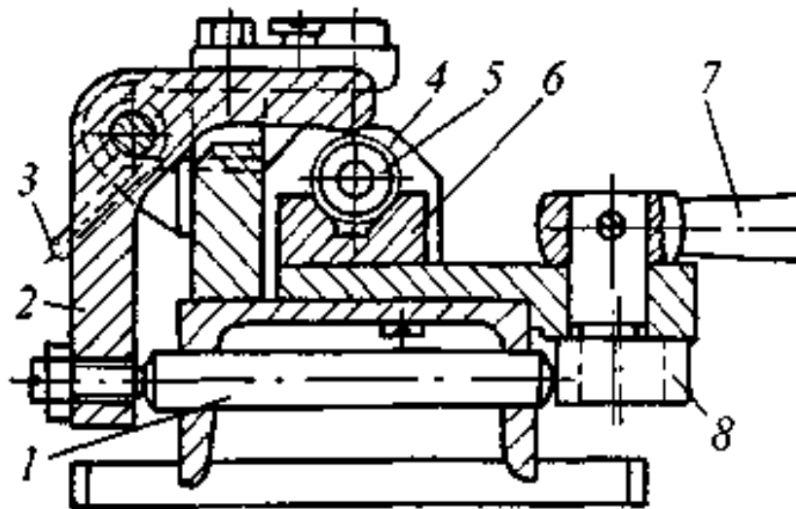

Рис. 8.
10. Опишите конструкцию и принцип действия механизма, приведенного на рис. 8.